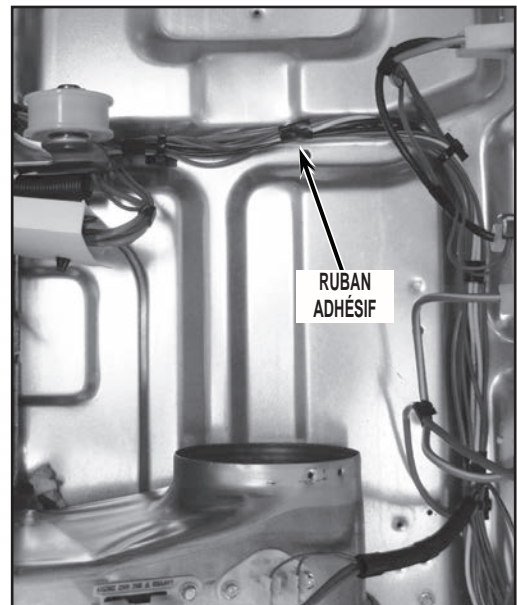

FIGURE 24
24. Déterminer s'il y a du ruban adhésif isolant sur le câblage principal comme on le voit à la *Figure 24*; sinon, enrouler du ruban adhésif isolant sur le câblage (comme l'indique l'illustration) pour éliminer le risque de pincement des conducteurs.